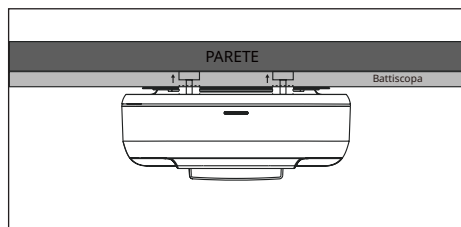

Figura 1
4. Durante il normale funzionamento, mantenere aperto e sgombrato uno spazio di 100 cm (3,28 piedi) di fronte e 50 cm (1,64 piedi) nelle direzioni sinistra e destra. (fare riferimento alla Figura 1)